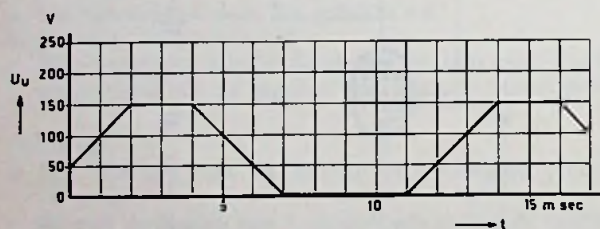

FIG. 11
b. Het gevraagde spanningsverloop is in fig. 11 met behulp van de reeds gevonden belastingslijn getekend. Men denke hierbij dat voor roosterspanningen beneden -4 V de buis is „afgeknepen” en de anodespanning U_{ak} gelijk is aan 200 V. Gedurende deze tijd is U_u gelijk aan nul. Verder is voor alle roosterspanningen tussen 0 en -1 V de anodestroom 15 mA en U_u gelijk aan $15 \times 10 = 150$ V.